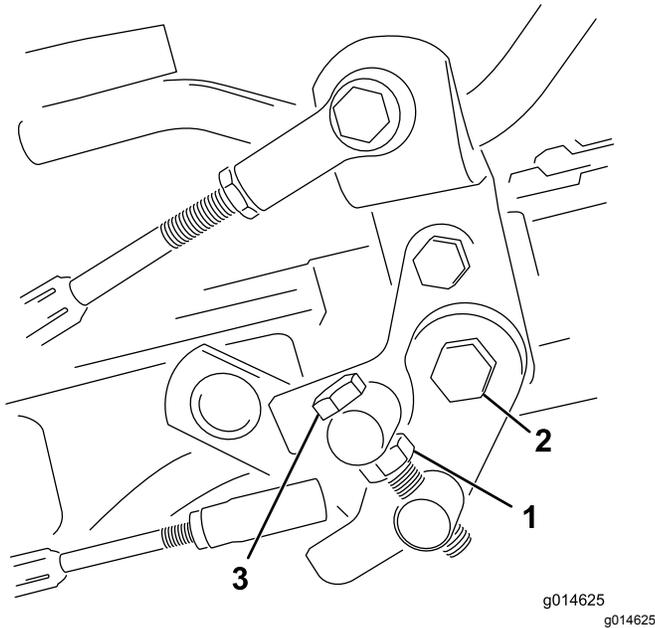

Figura 55
1. Liberte a porca de retenção do parafuso do eixo (Figura 55).
4. Aperte a porca de retenção no parafuso do eixo e a porca na articulação do pedal para bloquear o ajuste (Figura 55). Verifique o ajuste e ajuste se for necessário.